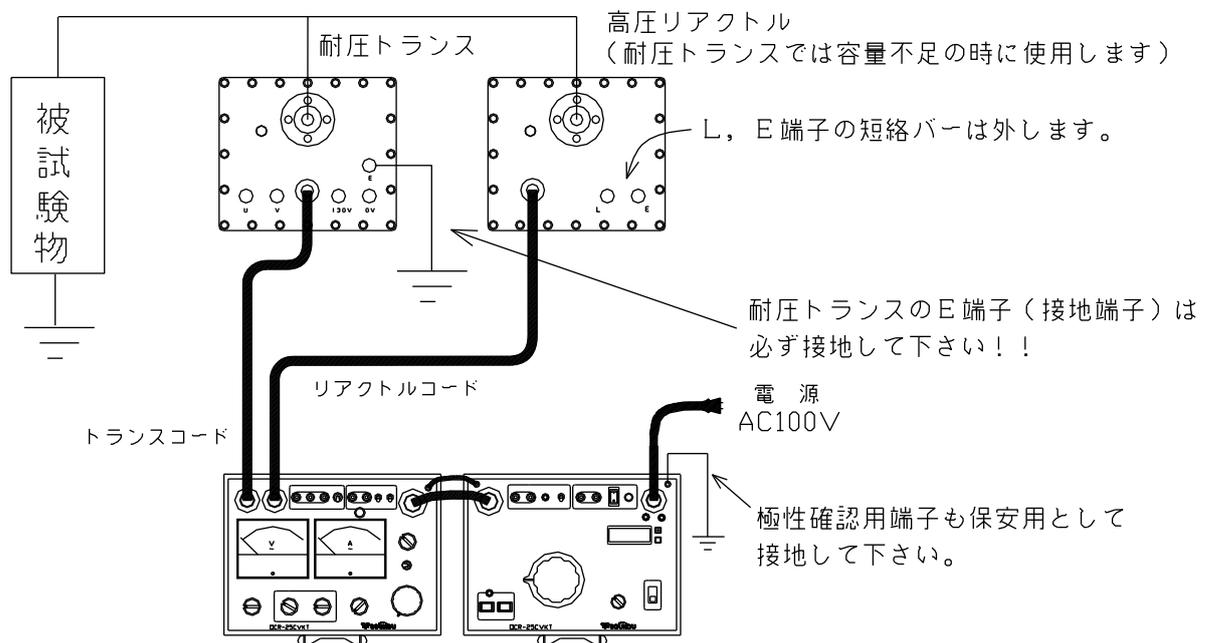

図19：試験回路図
6. 以上のような点を注意し、試験回路を構成します。(図19,20)